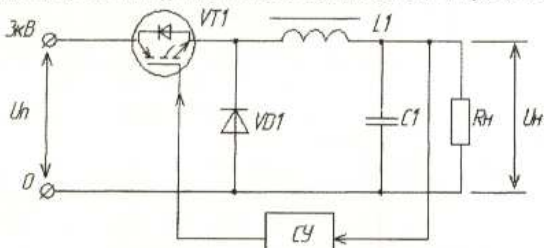

**Рис. 1. Структурная схема ПСН-200 одной секции электровоза с системой резервирования преобразователя**
**Система резервирования** предназначена для повышения надежности преобразователя ПСН-200. Структурная схема комплекта преобразователя ПСН-200 для одной секции электровоза с системой резервирования приведена на рис. 1. Переключение коммутирующих устройств осуществляется в ручном режиме специальными разъединителями при выходе из строя одного или нескольких шкафов преобразователя.